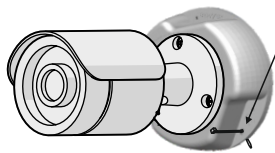

рис.2
- 3) Соедините крышку с основанием таким образом, чтобы отверстия для хомута совпали. Проденьте нейлоновый хомут в паз и не полностью затяните его (рис.2).